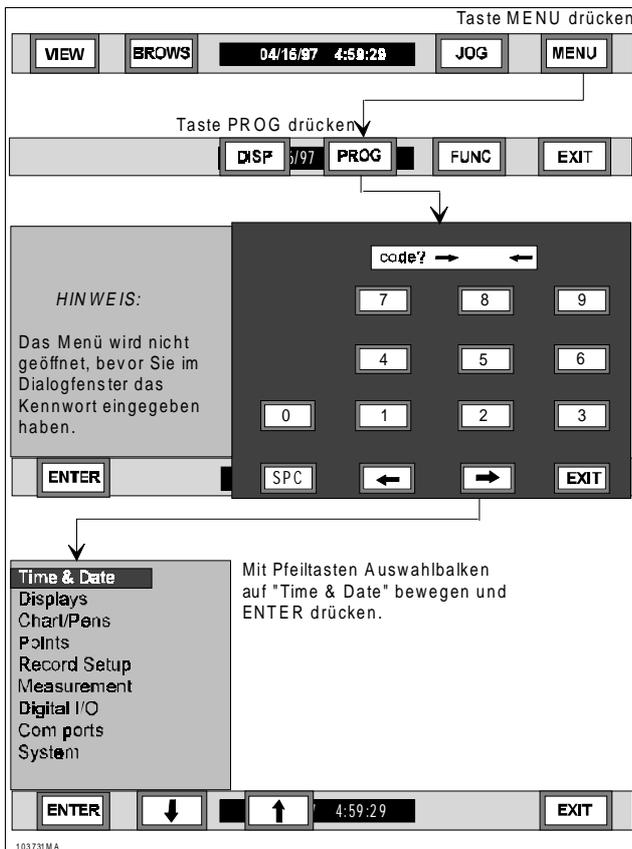

Bild 4-4 Ablaufdiagramm Aufruf des Parametriermenüs
4.2.5 Parametrierroutinen. Auf das in Bild 4-3 gezeigte Ablaufdiagramm des Parametrieremens folgen ausführliche Erklärungen zu jedem Menüpunkt. Dazu wird die Einstellung jedes Parameters in Einzelschritten beschrieben. Beachten Sie die folgenden Anweisungen, um das Parametrieremenu aufzurufen. Bild 4-4 zeigt seine Auswahlliste.